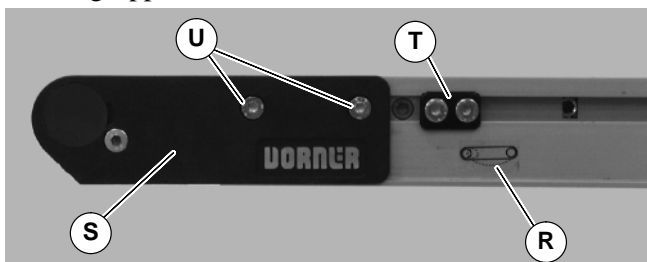

Abbildung 5
2. Am Spannende des Förderbandes, das mit einem  Etikett gekennzeichnet ist (R siehe Abbildung 5), vordere Deckplattengruppe hineindrücken (S): Zu beiden Seiten des Förderbandes die Spurführungsnocken lockern (T) (falls damit ausgestattet) von den vorderen Platten weg bewegen, dann die Befestigungsschrauben lösen (U), und vordere Plattengruppe nach innen schieben.
7. Falls mit Spurführungsnocken ausgestattet (T siehe Abbildung 5), neu positionieren und Spurführung anpassen. Siehe „Spurführung des Fördergurtes“ auf Seite 12.